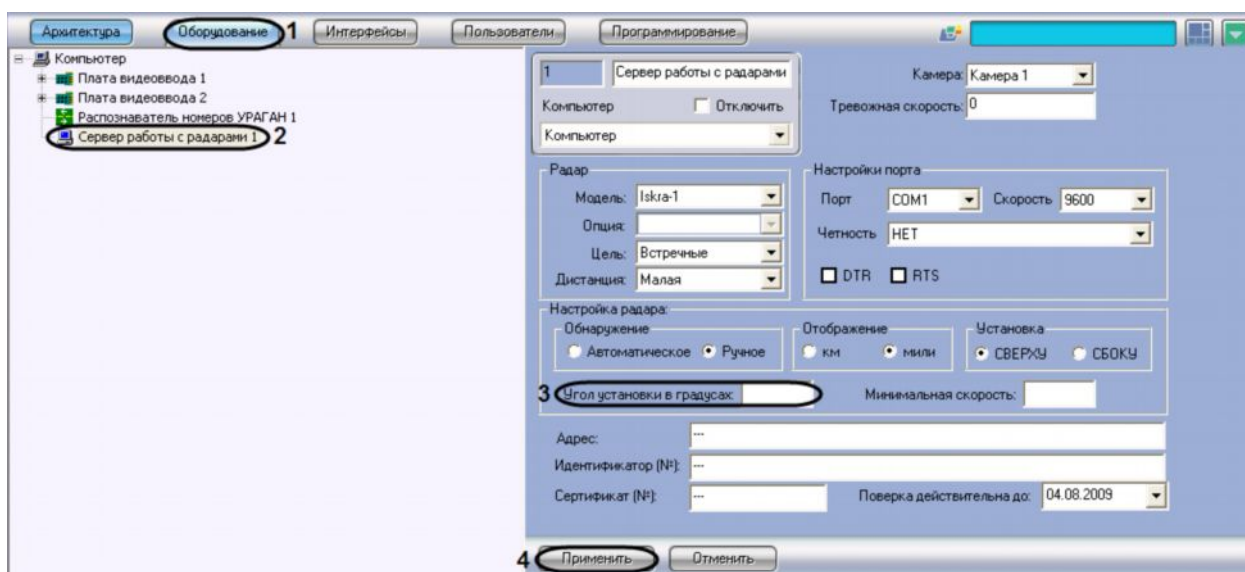

Рис. 7.4.12-1 Указание угла наклона устройства «Радар» над дорогой
1. В диалоговом окне «Настройка системы» перейти на вкладку «Оборудование» (см. Рис. 7.4.12-1, 1).
2. В дереве объектов на вкладке «Оборудование» выбрать объект «Сервер работы с радаром», соответствующий настраиваемому программному модулю «Радар» (см. Рис. 7.4.12-1, 2).
3. Задать в поле «Угол установки в градусах» угол наклона устройства «Радар» над полосой дорожного движения (см. Рис. 7.4.12-1, 3).
4. Нажать кнопку «Применить» (см. Рис. 7.4.12-1, 4).